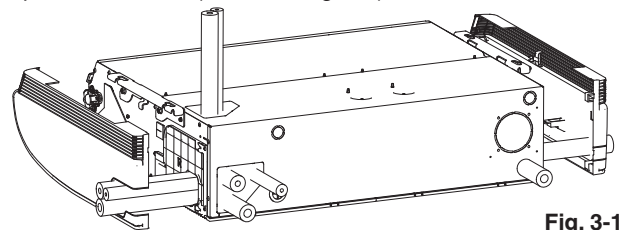

Fig. 3-18
- \* Se il tubo flessibile di scarico viene fatto passare dal lato sinistro, vedere la Fig. 3-18 e seguire la procedura sopra descritta per installare il tubo flessibile. Riapplicare il tappo in gomma rimosso in precedenza sul lato destro.